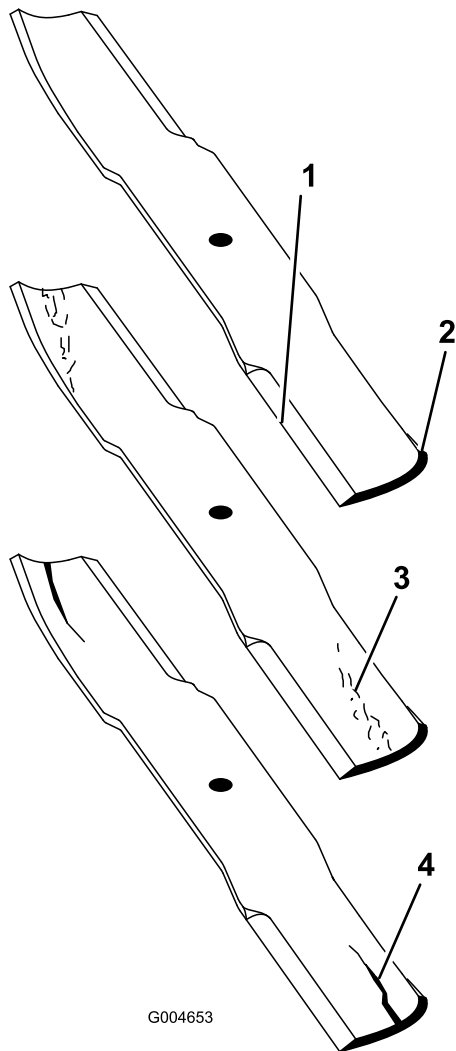

Figura 86
2. Verificate accuratamente i taglienti, con particolare attenzione ai punti d'incontro delle sezioni piatta e curva della lama (Figura 86). Sabbia e materiali abrasivi possono consumare il metallo che connette le sezioni piatta e curva della lama, per cui si consiglia di controllare la lama prima di usare il tosaerba. Se riscontrate segni di usura (Figura 86), sostituite la lama.